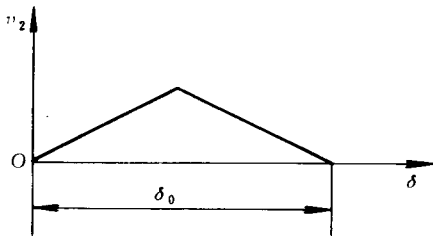

图 2-1
2. 图 2-1 为凸轮机构从动件升程的速度线图, 该运动规律为何种运动规律? ()